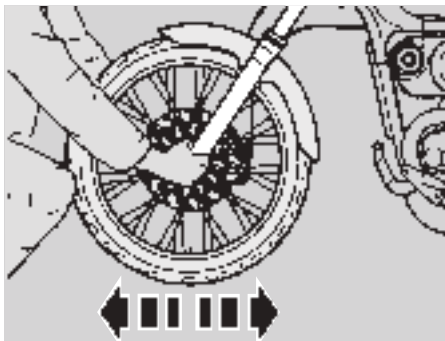

Fig. 42
- ◆ Mueva la horquilla en el sentido de la marcha (Fig. 42).